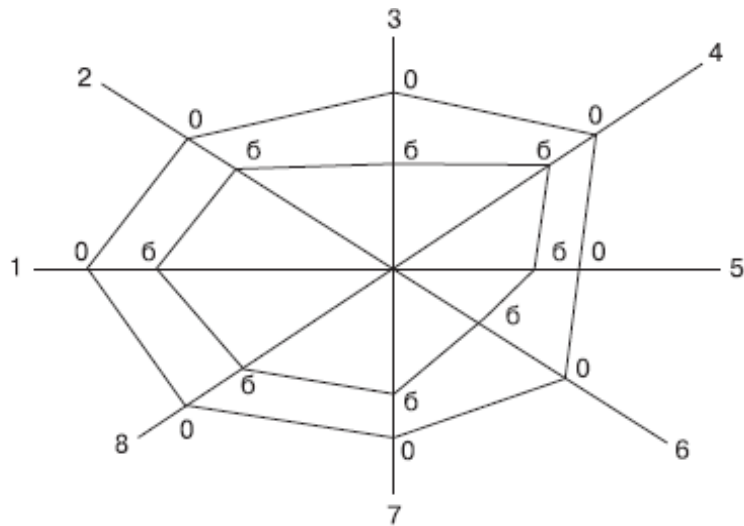

Рис. 2.2 - Пример построения циклограммы
- 1) Выбираются основные показатели качества изделия, которые представляются в виде лучей (1–8) (пример построения циклограммы представлен на рис. 2.2.)